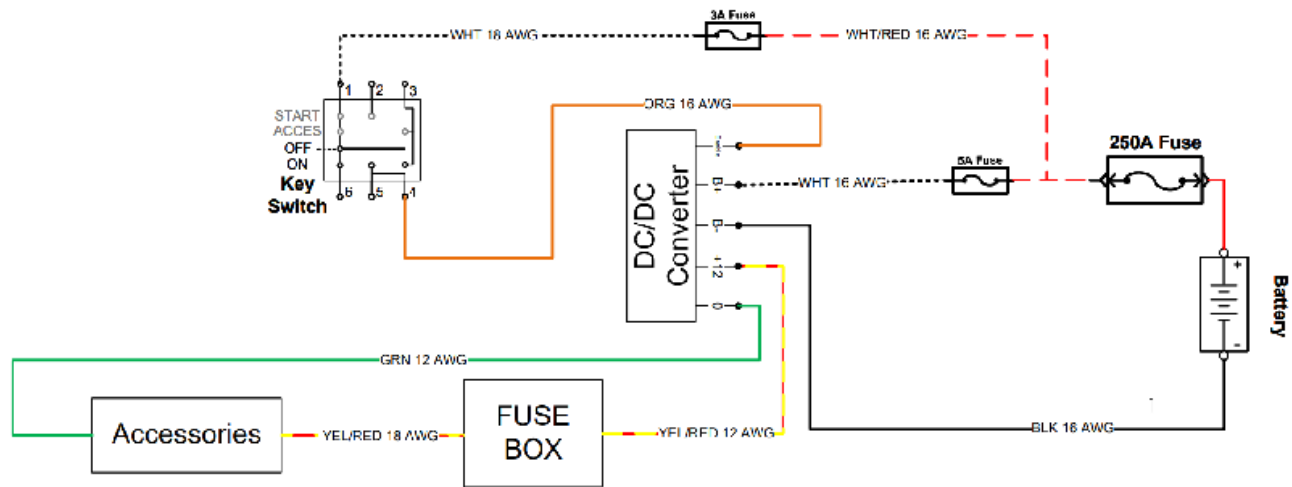

Figure 56. Inspection des bornes d'entrée et de sortie du convertisseur CC/CC.
- 1.1. Vérifier la présence d'une tension entre la borne positive (B+) (fil blanc) et la borne négative (B-) (fil noir) du convertisseur CC/CC (comme illustré à la figure 56).
- 1.2. Vérifier la présence d'une tension entre le fil orange et la borne négative (B-) (fil noir) du convertisseur CC/CC (comme illustré à la figure 56).
- 2.1. Vérifier la présence d'une tension entre le fil jaune/rouge et le fil vert du convertisseur CC/CC (comme indiqué dans la figure 56).